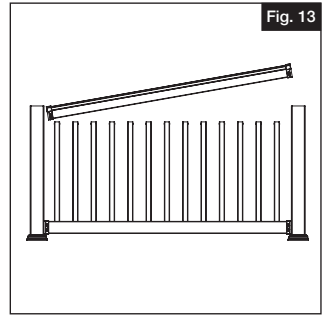

Fig. 13
- Comience en un lado del travesaño y alinee el primer barrote con el primer agujero ranurado en el lado inferior del travesaño superior y encaje el travesaño superior en su posición (Fig. 13).
- c. Abra la cubierta del soporte del riel superior para permitir que se enrolle alrededor del riel superior (Fig. 13). Mientras está abierto, asegúrese de que la "pestaña" encaje detrás del riel y contra el poste.